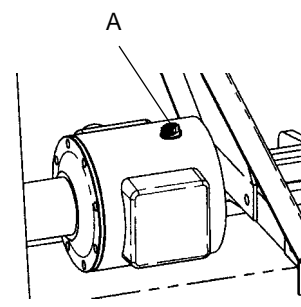

Fig. 3
2. La scatola trasmissione sia riempita fino al livello (A) fig. 3. Capacità 1 l.